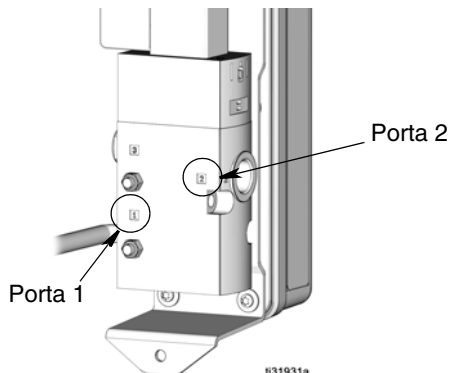

FIG. 32
6. Applicare il sigillante frenafili alle filettature maschio dei raccordi. Connettere la linea di alimentazione aria alla porta 1 (FIG. 32).
7. Applicare il sigillante alle filettature maschio del raccordo. Collegare la linea d'ingresso dell'aria della pompa alla porta 2 (FIG. 32).